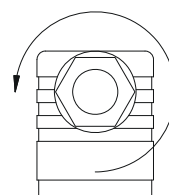

Fig. 7
- Desserrer le passe-câble à vis ⑤ M16x1,5 (→ Fig. 7).